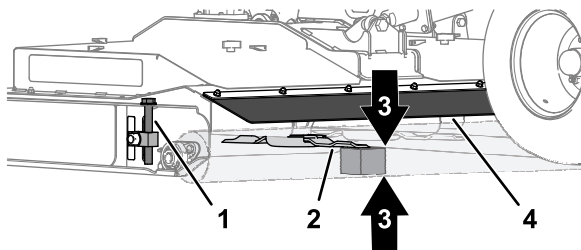

Bild 80
1. Arbeiten Sie an der Rückseite des Mähwerks, heben Sie hierzu die hintere Klappe an und setzen Sie den 51 mm Holzblock zwischen dem hinteren Ende des mittleren Mähmessers und dem Boden ein (Bild 80).